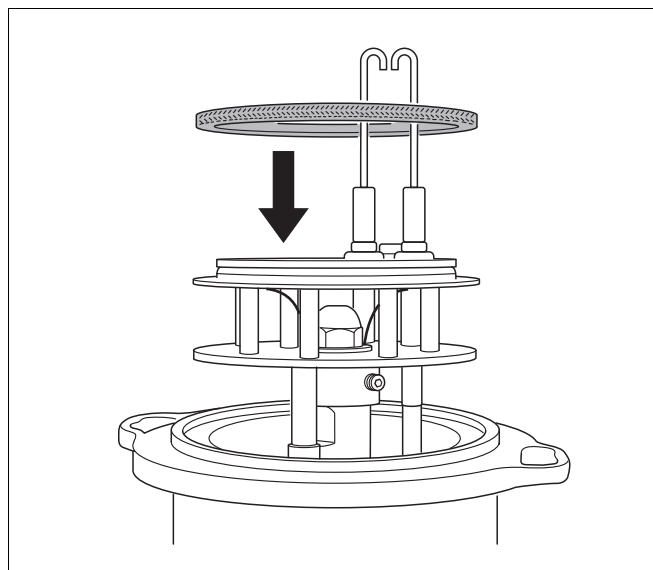

Рис. 33 Установка уплотнения для горелок от 55 до 70 кВт
- Для горелок от 55 до 70 кВт уплотнение сначала устанавливается на смесительную систему (Рис. 33).